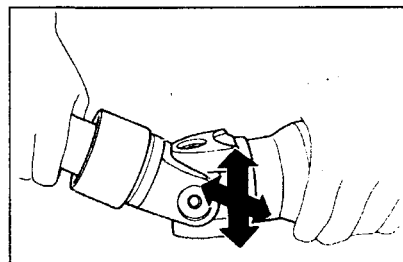

Рис. 7-43.
- Измерьте осевой свободный ход крестовины (рис. 7-43). Он должен равняться 0 мм. В противном случае замените карданный вал в сборе.